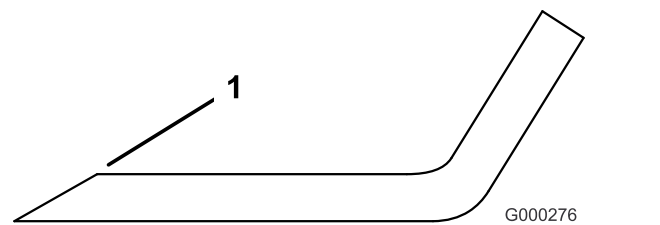

**Bild 113**
- Prüfen Sie die Schnittkanten des Messers sorgfältig, insbesondere dort, wo die geraden Flächen die gebogenen berühren (Bild 113).
**Hinweis:** Da Sand und anderes reibendes Material das Metall abschleifen kann, das die flachen mit den gebogenen Teilen verbindet, müssen Sie das Messer vor jedem Einsatz des Rasenmähers prüfen. Wenn Sie Abnutzungen feststellen (Bild 113), sollten Sie das Messer auswechseln.